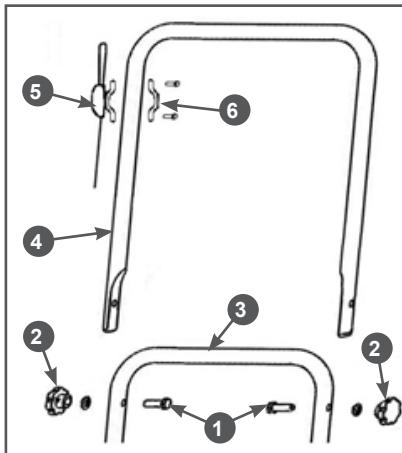

Рис. 2 Установка рабочей рукоятки
- Совместите отверстия в нижней части 3 и верхней части 4 рабочей рукоятки и вставьте с внутренней стороны рукоятки в эти отверстия болты 1 (Рис. 2).
- С внешней стороны установите плоские шайбы и закрутите гайки - башмаки 2 до упора (Рис. 2).
- Установите рычаг газа с тросом 5 на рабочую рукоятку и закрепите его с помощью скобы крепления 6 и крепежа (Рис. 2).